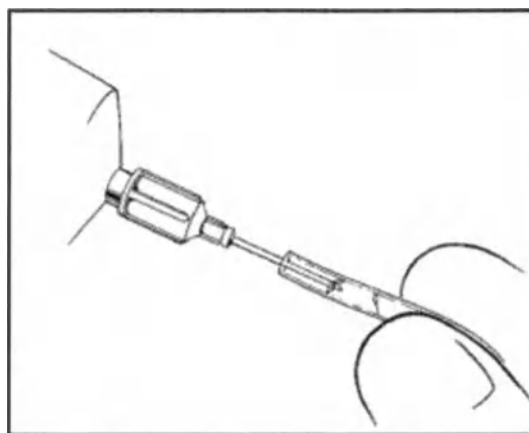

Рис. 29. Промывка трубки
21. Промыть трубку цилиндра стерильным физиологическим раствором, используя тупоконечную иглу 22 Ga на шприце объемом 10 мл (рис. 29).